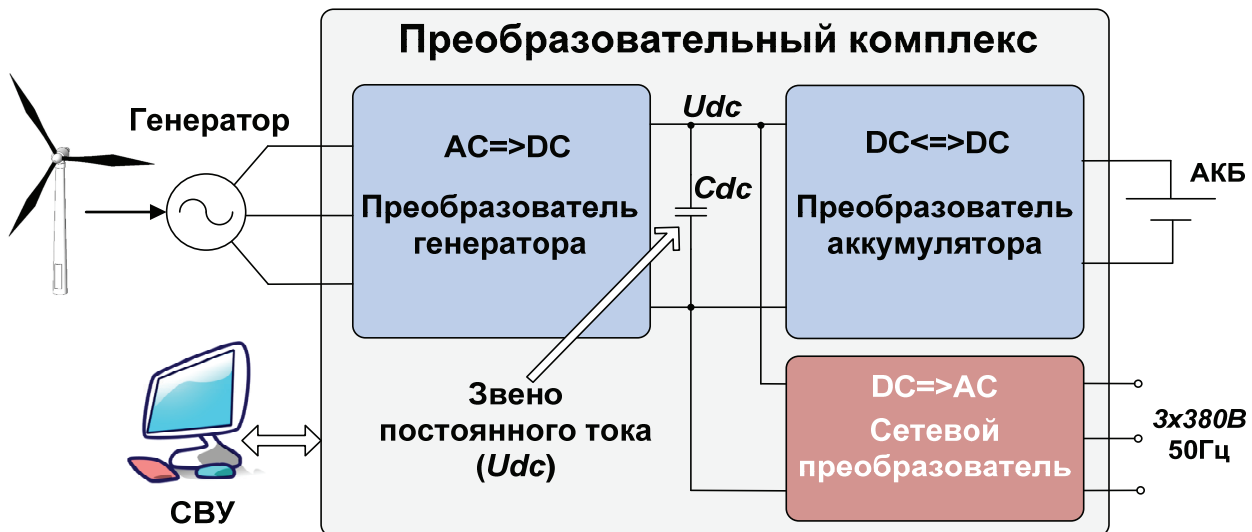

Рис.1
Составными частями рассматриваемого автономного источника электроэнергии (Рис.1) являются:
- преобразование напряжения звена постоянного тока ( $U_{dc}$  на Рис.1) в формат выходной электрической сети (220В или 380В, 50 Гц)